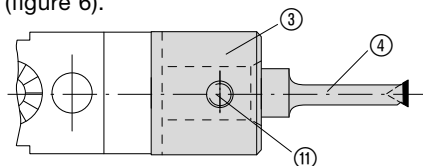

figure 6
Introduire le porte outil ④ dans l'entretoise ③. Bloquer avec la goupille fileté ⑪ et un couple de serrage de 2,5 Nm (figure 6).